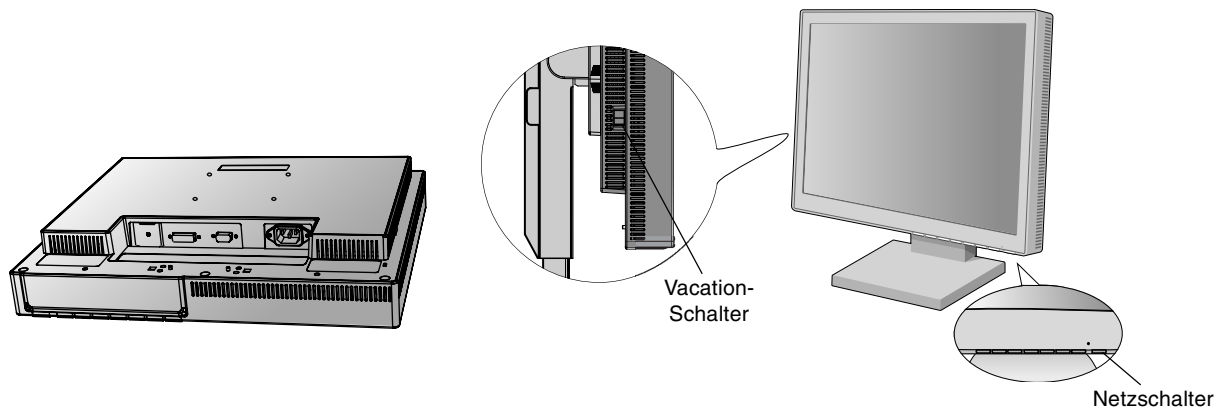

Abbildung D.1
5. Der Vacation-Schalter auf der linken Seite des Monitors muss eingeschaltet sein. Schalten Sie den Computer und den Monitor mit dem Netzschalter an der Vorderseite (**Abbildung D.1**) ein.